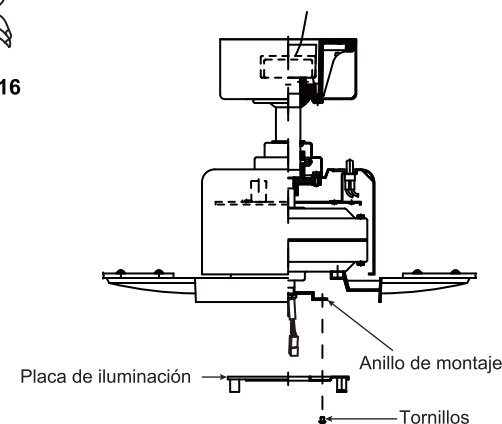

Fig. 17
Paso 1. Afloje los dos tornillos del anillo de montaje acoplados al eje del motor y "retire" y guarde el tercer tornillo. (Fig. 17)